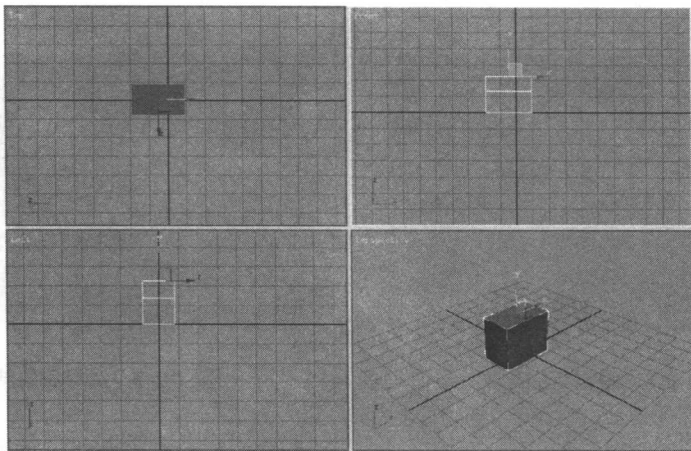

图 1-2-11 进行挤出操作
(2) 赋予长方体物体一个【编辑网格】修改器，在【编辑网格】修改器的面板中，选择  【多边形】编辑方式，选择物体最上面的面，在【编辑网格】修改器编辑面板中的【编辑几何体】卷展栏中，按下其中的  按钮，改变其后面的数值，将物体上面的面向上挤出一定的高度。如图 1-2-11 所示。